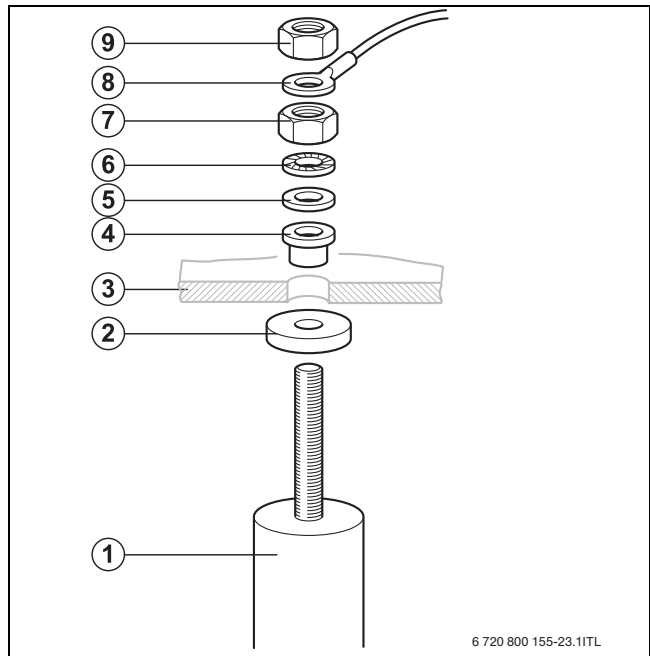

Fig. 21 Remplacer l'anode au magnésium
- ▶ Monter la nouvelle anode au magnésium avec les pièces jointes à la livraison (→ fig. 21).